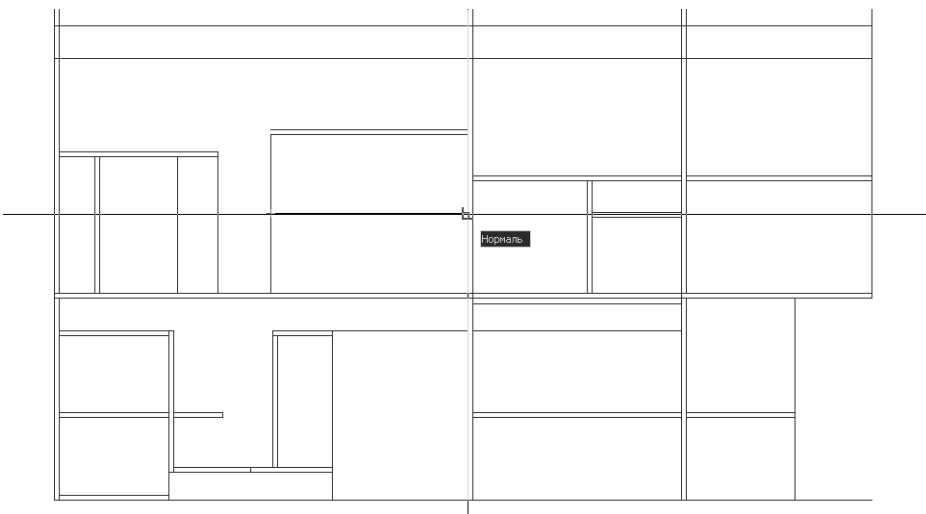

Рис. 8.18 ▼ Создание контура средней полки рабочего места старшеклассника
- С **линиями** (Line), создайте вспомогательную линию, разделяющую пополам пространство между средней полкой и столешницей (рис. 8.18).